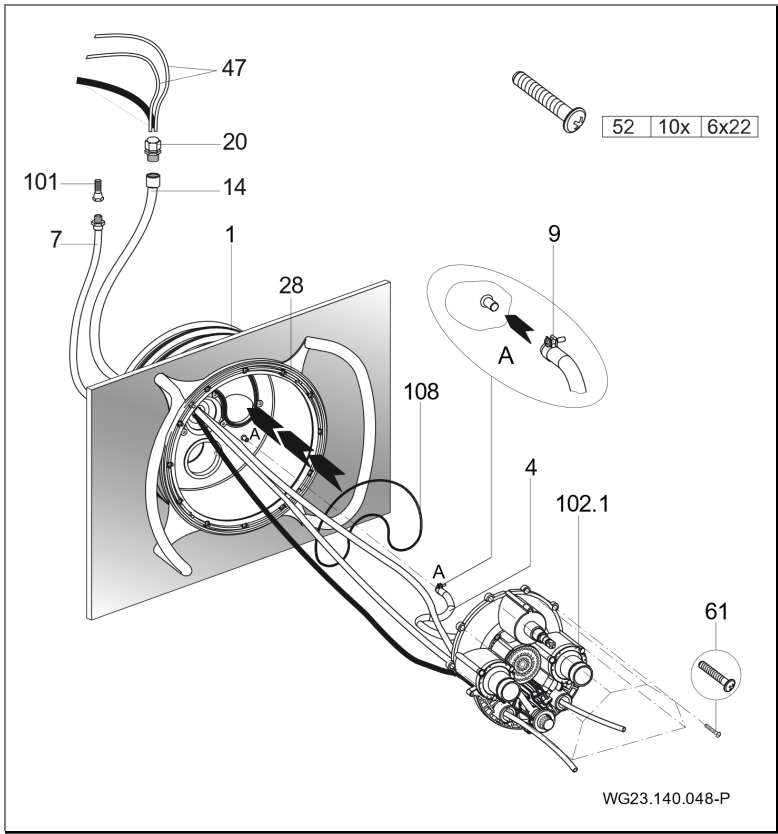

Fig. 17
2. Applicare l'O-Ring (108) nel corpo da murare (1). (Fig. 17)
3. Avvitare le dieci viti autofilettanti (61) in dotazione nell'alloggiamento degli ugelli. Applicare l'alloggiamento premontato degli ugelli (102.1) sul corpo da murare (1). (Fig. 17)
4. Far passare i tubi flessibili pneumatici o i cavi dei pulsanti piezoelettrici attraverso i fori inferiori o esterni dell'alloggiamento degli ugelli (102.1); luce ON/OFF a sinistra; pompa ON/OFF a destra. (Fig. 17)
5. Far passare i tubi flessibili pneumatici (47) o i cavi dei pulsanti piezoelettrici e il cavo del faro attraverso la guaina di protezione (14) e sigillare con il passacavi a vite (20). (Fig. 17)
6. Fissare il tubo interno dell'aria (4) già completamente premontato sull'alloggiamento degli ugelli (102.1) e sulla regolazione dell'aria, al corpo da murare (1) con una fascetta stringitubo (9). (Fig. 17)
7. Posizionare l'intero alloggiamento degli ugelli (102.1) sulla corpo da murare (1) e fissare le dieci viti autofilettanti premontate (61). (Fig. 17)
8. Primavera: Calzare rispettivamente un O-ring (37) sui pulsanti pneumatici (38/1; 38/2). Fissare i tubi flessibili pneumatici ai rispettivi pulsanti utilizzando allo scopo le fascette stringitubo (46). Inserire entrambi i pulsanti